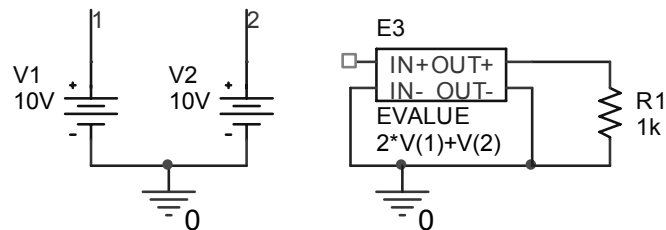

Figura 5.29
3. Adăugați schemei două surse, V1 și V2 împreună cu nodurile 1 și 2, ca în figura 5.29.